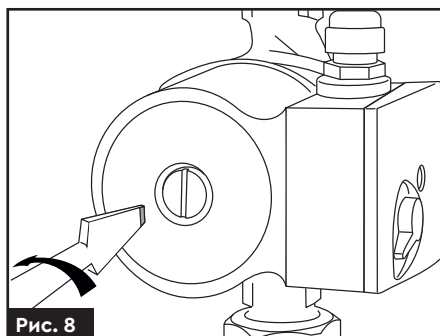

Рис. 8
1. Викрутіть пробку випуску повітря для видалення повітря з насоса (рис. 8).